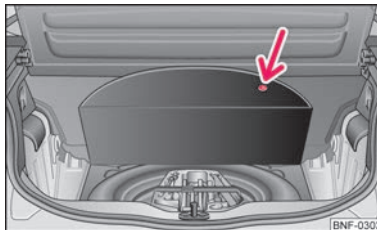

Bild 100 Bagagerum: Förvaringsutrymme för verktygssats och reservhjul
Lyft upp bottenplattan i ursparningen (pilen) ⇒ **bild 100**.
Reservhjulet ligger i en grop under golvet i bagageutrymmet ⇒ bild 100 och är fäst med en specialistskruv ⇒ bild 101.
- Ta ut **verktygssatsen** och **reservhjulet** från gropen under bottenplattan i bagagerummet ⇒ bild 100.